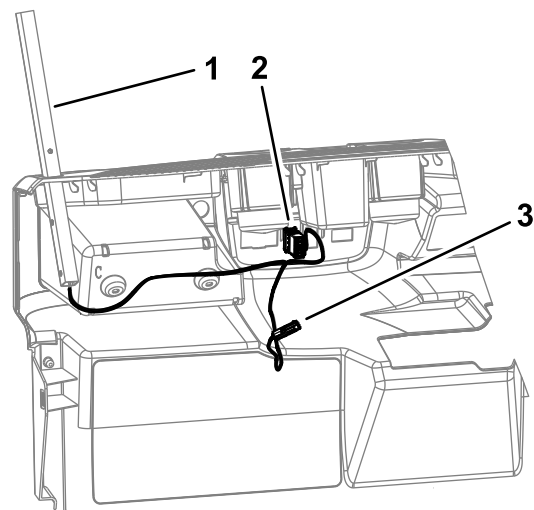

图 5
9. 将警示灯线束的 2 针接头插入机器线束的 2 插塞接头图 5。
10. 将警示灯线束的 8 插槽接头连接至警示灯开关图 5。